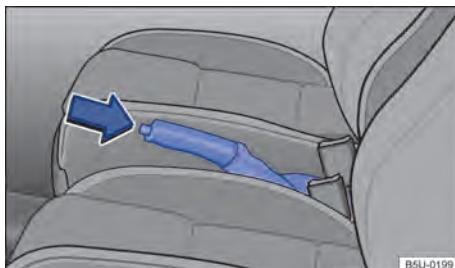

Fig. 90 Entre os bancos dianteiros: alavanca do freio de estacionamento.
- Puxar a alavanca do freio de estacionamento para cima com o botão bloqueador pressionado → **Fig. 90** (seta).
- Puxar a alavanca do freio de estacionamento um pouco para cima e pressionar o botão bloqueador → **Fig. 90** (seta).